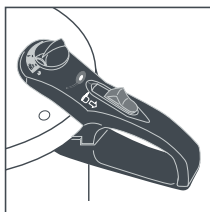

Fig.10
1. Coloque a válvula na posição de libertação de vapor, com o desenho de uma nuvem de vapor (Fig.10).